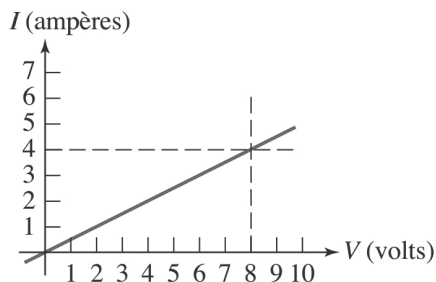

Figura 2. Relação corrente–tensão para um resistor linear.
Representando a Equação linear (2) graficamente em $i \cdot v$, a Figura 2 ilustra o resultado de uma reta que passa pela origem. Portanto, consideramos o resistor como um resistor linear.